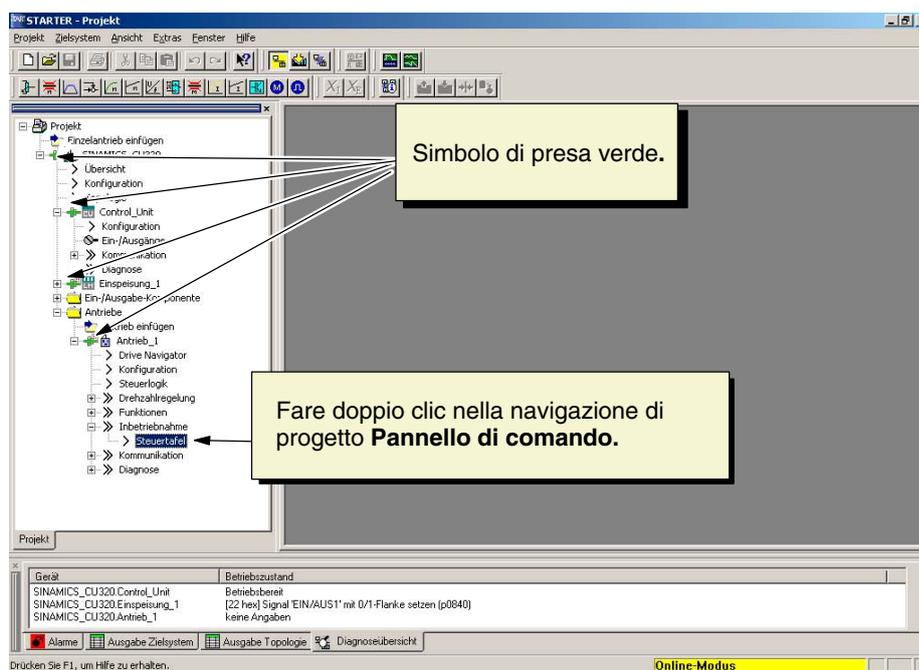

Fig. 10-32 Pannello di comando
1. Come mostrato nella fig. 10-32, fare doppio clic nella navigazione di progetto sotto **Azionamento_1 > Messa in servizio** sulla funzione **Pannello di comando**.